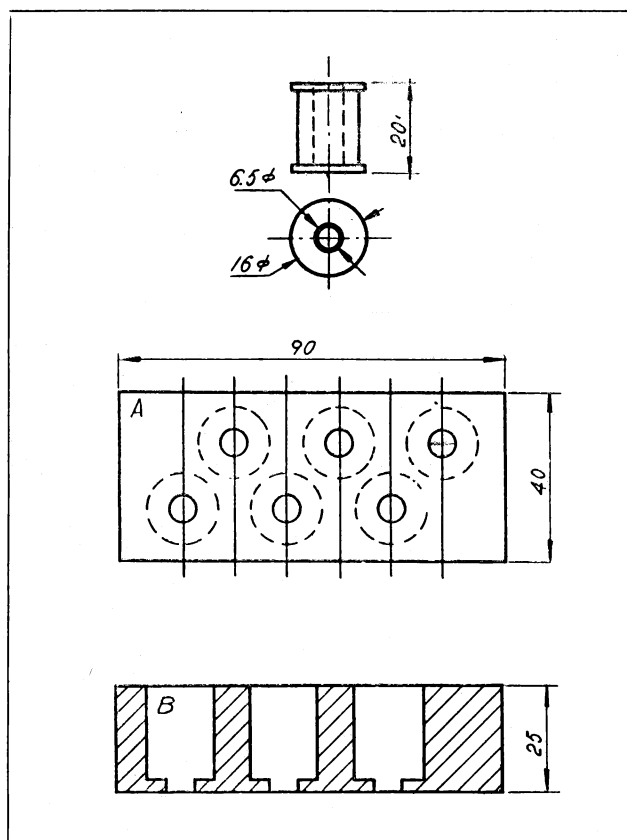

Fig. 2.: Opstelling der spoeltjes onder de snaren. Bij toepassing van $5\mu F$ voor C_1 kan de spoelvorm nog aanmerkelijk minder hoog worden, b.v. 6 mm.
de ene zijde een LDR-cel en aan de andere een lampje. De hier beschreven methode van G.V. Buckley is echter van ideale aard. Buckley, die het systeem zelf toepast bij de BBC in Londen, laat het licht van een lampje (1) op een wit of spiegellend metalen kleefstrip (4) van Scotch weerkaatsen, zodat het op een LDR-cel (2) valt. De weerstand van deze cel wordt hierdoor verlaagd en zal een grotere stroom aan de basis van de transistor leveren: de grotere collectorstroom zal het relais aantrekken en de stroom voor het machinerelais onderbreken. Ook als hierna de machine nog even door zou draaien zorgt de weerstand van 15k, dat het relais in blijft (zie schema fig. 2.).